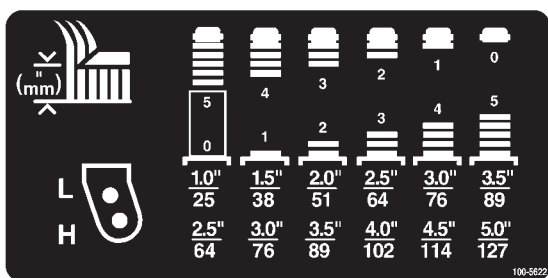

Figure 7
2. Placez les axes des roues pivotantes dans les mêmes trous sur les deux chapes. Reportez-vous à la Figure 7 pour choisir les trous corrects pour la hauteur de coupe requise.
Reportez-vous à la Figure 7 pour choisir les combinaisons d'entretoises correctes pour la hauteur de coupe requise.